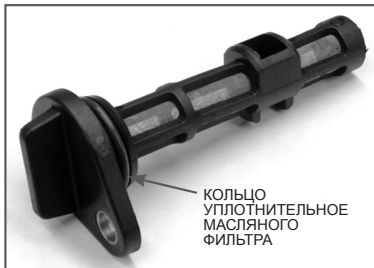

Рис. 19 Масляный фильтр
9. Внимательно осмотрите масляный фильтр (Рис. 19). Обязательно проверьте фильтрующую сетку фильтра на наличие механических повреждений (сетка порвана, имеются отверстия). При наличии повреждений и невозможности очистить сильные загрязнения фильтр необходимо заменить.
При каждой очистке масляного фильтра обязательно меняйте уплотнительное кольцо масляного фильтра (Рис.19). При установке кольца на корпус фильтра не допускайте его повреждений. После установки уплотнительного кольца на корпус масляного фильтра контролируйте правильность установки кольца, оно не должно быть перекручено.